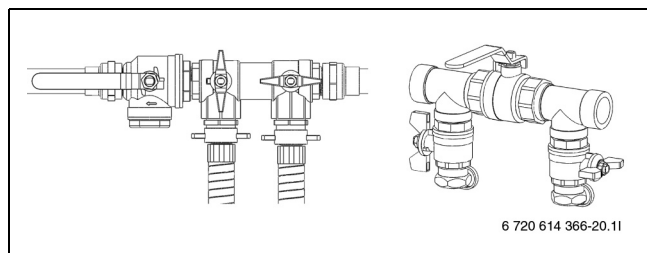

Bild 39 Påfyllnadssatser i tryckhöjningsläge
- ▶ När urluftningen är klar ska kretsen trycksättas. Vrid ventilerna på påfyllnadssatsen till tryckhöjningsläge och trycksätt kretsen till 2,5 - 3 bar (→ Bild 39).